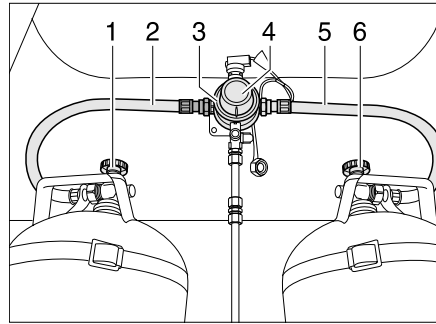
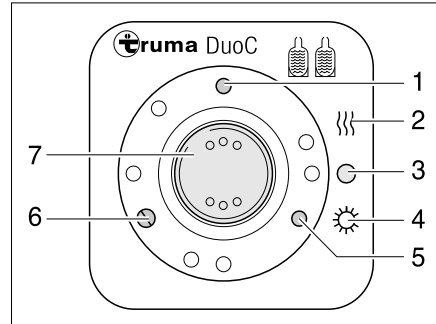

Bild 148 DuoControl-Umschaltanlage
Bild 149 Bedieneinheit
Die DuoControl-Umschaltanlage besteht aus einem Umschaltventil (Bild 148,3) und der Bedieneinheit (Bild 149). Das Umschaltventil ist zwischen den Gasschläuchen (Bild 148,2 und 5) montiert. Mit dem Drehknopf (Bild 148,4) am Umschaltventil kann bestimmt werden, welche der Gasflaschen als Betriebsflasche und welche Gasflasche als Reserveflasche verwendet wird.
An der Bedieneinheit (Bild 149) können nur die elektrischen Funktionen geschaltet werden. Die Haupt-Absperrventile der Gasflaschen (Bild 148,1 und 6) müssen von Hand geöffnet werden.
Das Umschaltventil gewährleistet einen konstanten Gasdruck, unabhängig davon, welche Gasflasche Gas liefert. Die zwei Kontroll-Leuchten an der Bedieneinheit zeigen den Füllstand der Betriebsflasche an. Wenn die grüne Kontroll-Leuchte (Bild 149,6) leuchtet, ist die Betriebsflasche voll. Wenn die rote Kontroll-Leuchte (Bild 149,5) leuchtet, ist die Betriebsflasche leer. Die Gasversorgung erfolgt dann über die Reserveflasche.
- Die Haupt-Absperrventile an den Gasflaschen (Bild 148,1 und 6) öffnen.
- Mit dem Drehknopf (Bild 148,4) am Umschaltventil (Bild 148,3) die Gasflasche wählen, der vorrangig das Gas entnommen werden soll (Betriebsflasche). Den Drehknopf immer bis zum Anschlag drehen.
- An der Bedieneinheit (Bild 149) die DuoControl-Umschaltanlage einschalten. Dazu den Wippschalter (Bild 149,7) auf Winterbetrieb "Ein und Heizen" (Bild 149,2) oder auf Sommerbetrieb "Ein" (Bild 149,4) stellen. Das Umschaltventil ist jetzt entlüftet. Die gelbe Kontroll-Leuchte (Bild 149,1) leuchtet, wenn Winterbetrieb gewählt wird und die Regler-Enteisungsanlage eingeschaltet ist.
- Den Wippschalter (Bild 149,7) auf "0" (Bild 149,3) stellen. Die gelbe Kontroll-Leuchte (Bild 149,1) erlischt.
- Die Haupt-Absperrventile an den Gasflaschen (Bild 148,1 und 6) schließen.
Die Kontroll-Leuchten an der Bedieneinheit (Bild 149,5 und 6) signalisieren im Fahrzeuginneren, ob die Betriebsflasche betriebsbereit ist.
Wenn die grüne Kontroll-Leuchte (Bild 149,6) während des Betriebs erlischt und die rote Kontroll-Leuchte (Bild 149,5) aufleuchtet, ist die als Betriebsflasche gewählte Gasflasche leer und muss gewechselt werden. Die Reserveflasche versorgt die Gasverbraucher weiterhin mit Gas.